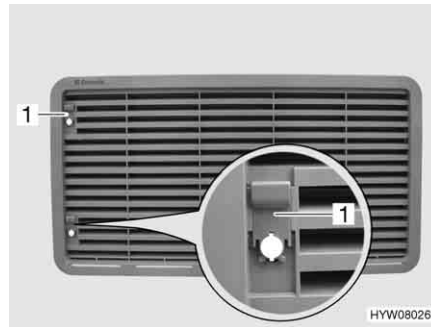

Fig. 120 Griglia di aerazione del frigorifero (con cursore)
- Spingere il cursore (Fig. 120,1) verso l'alto.